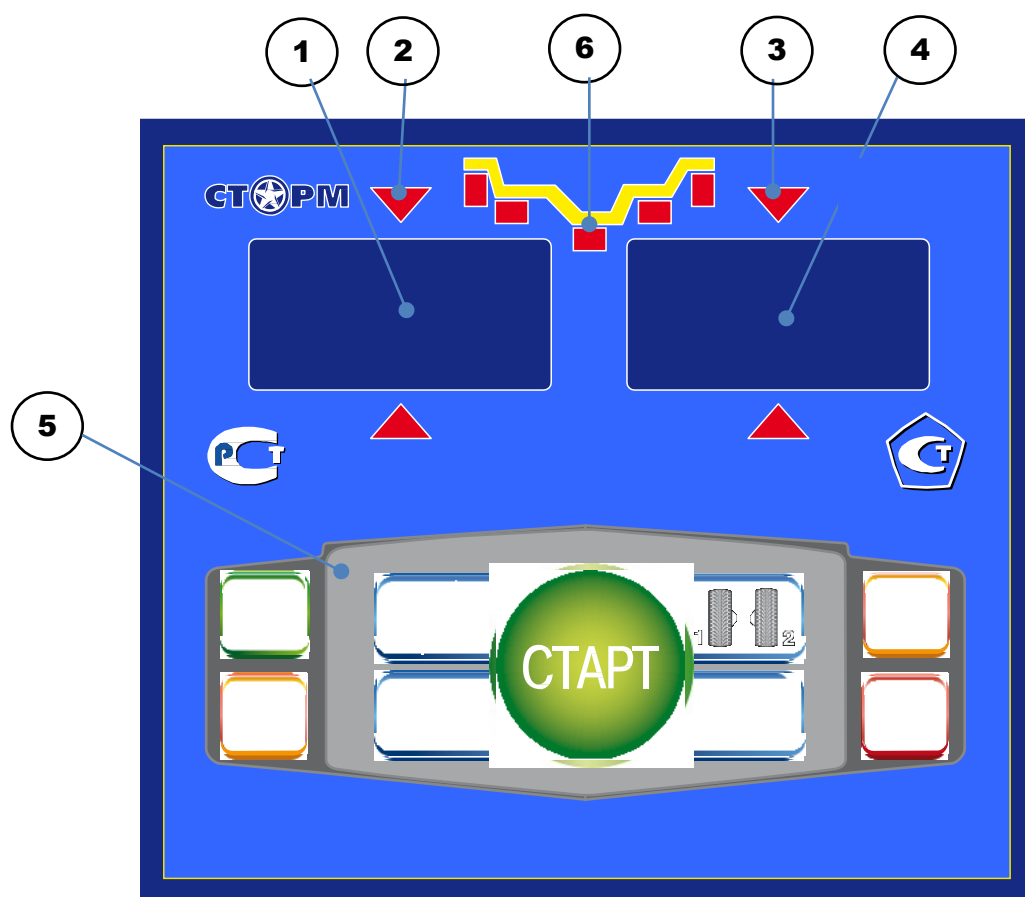

рис.8.1.
8.1. Общий вид лицевой панели показан на рис. 8.1.
При выдвигении штанги на индикаторах 1 (рис. 8.1) отображается значение параметра "А". Значение параметра "d" отображается на индикаторах 4.
Для ввода ширины нажмите кнопку "+" или "-" на индикаторах 1 (рис. 8.1) высветится "-b-", а на индикаторах 4 значение ширины диска. Через 2-3 сек после установки ширины индикаторы в режим отображения текущего дисбаланса.
Дважды нажать кнопку "A, d, b", после чего на индикаторах 1 (рис. 8.1) загорается символ "А", а на индикаторах 4 исходная величина дистанции. Нажимая кнопки "-" и "+" установить на индикаторах 4 требуемую величину дистанции. Через 2-3 сек после установки дистанции показания на индикаторах 1 и 4 возвращаются к отображению текущего дисбаланса, а кнопки "-" и "+" возвращаются в режим ввода ширины обода.
11.1. Переключение схем ALU1-ALU5 осуществляется последовательным нажатием кнопки "ALU" при этом схема установки грузов отображается загоранием соответствующих светодиодов 6 (рис.8.1), кроме того, на индикаторах 1 отображаются символы ALU, а на индикаторах 4 номер 1-5. Через 2-3 сек. после установки требуемой программы ALU индикаторы 1-4 переходят в режим отображения дисбаланса.
Эта функция обеспечивается тем, что каждый раз при вводе новых геометрических параметров и установке требуемой программы ALU, предыдущее состояние запоминается. Для перехода от одного набора параметров к другому необходимо нажать кнопку "1-2". Визуальный контроль того, какие параметры установлены в данный момент, осуществляется нажатием "A,d,b" на индикаторах 4 (рис.8.1) будут последовательно отображены, установленные в данный момент диаметр и ширина обода и дистанция.
13.1. При включении тумблера питания СБ на индикаторах 1 (рис. 8.1) высвечивается трёхзначное число -номер версии программного обеспечения. Через 2-3 сек на индикаторах 1 и 4 должны загореться нули, кроме того должны загореться светодиоды 6, что свидетельствует о включении режима стандартной балансировки с установкой на обеих плоскостях коррекции грузиков на пружинках. На светодиодах 2 и 3 (рис. 8.1) должны загореться оба светодиода.
13.2. При включении СБ программа измерения дисбаланса настраивается таким образом, что дисбаланс менее 8 г (заводская установка) на любой плоскости коррекции не показывается, в этом случае на индикаторах 1 и 4 (рис. 8.1) высвечиваются "0". Минимальный дисбаланс отображающийся на индикаторах 1 и 4 равен 8г. Дисбаланс, превышающий 8г, округляется до величины кратной 5, т. е. дисбаланс 9, 10, 11 и 12 г отображается цифрой 10, дисбаланс 13, 14,15, 16 и 17 г - цифрой 15 и т. д. Для просмотра неокруглённого значения дисбаланса или дисбаланса менее 8г. необходимо нажать кнопку "<", при этом на индикаторах 1 и 4 на 2-3 сек высвечиваются фактические значения дисбаланса, определённые в данном запуске.
13.5.1. Поднимите защитный кожух. Вручную поворачивайте колесо в направлении, которое показывают светодиоды 2 и 3 (рис. 8.1.) до тех пор, пока не загораются оба светодиода и начнут мигать вместе с значением массы корректирующих грузов.
14.2.1. Войти в программу калибровки СБ, для чего нажать и удерживать кнопку "С". На индикаторах 1 и 4 (рис.8.1), появятся мигающие символы "CAL". После звукового сигнала символы "CAL" загорятся постоянно.